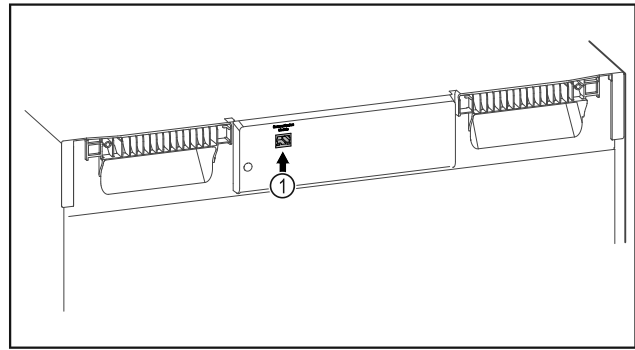

Fig. 142
- Използва се SmartModule Fig. 142 (1).